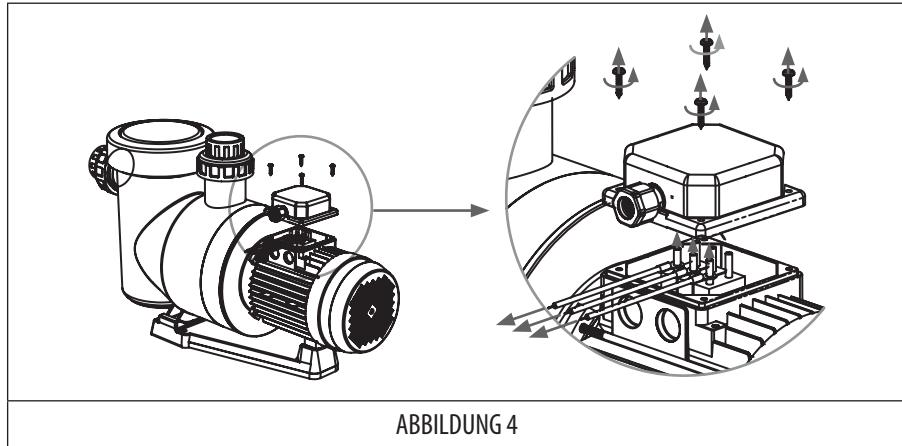

ABBILDUNG 4
1. Schrauben Sie die Schrauben ab, um den Anschlusskasten zu öffnen. (ABBILDUNG 4)